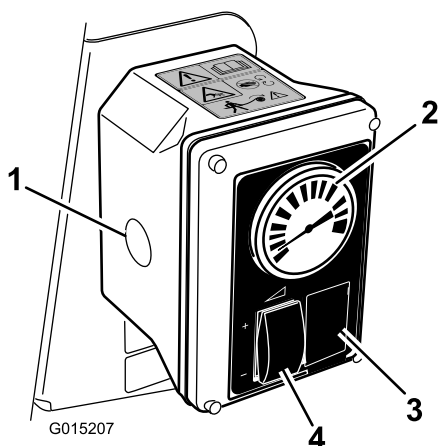

Figura 13
- Ajuste el interruptor de regulador de caudal y el acelerador para aumentar o reducir la presión, dada por el manómetro, al ajuste deseado (Figura 13).